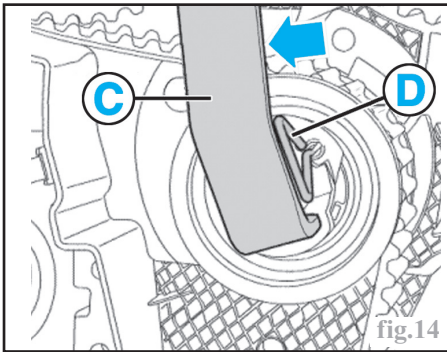

fig.14
À l'aide d'un levier à ergots approprié (C) (outil T10 020), tourner le galet tendeur dans le sens anti horaire jusqu'à ce qu'il soit possible d'immobiliser le galet tendeur avec une goupille de diamètre approprié (D) (outil T10 115, Ø 3 x 50 mm) (Fig.14).
- Le galet tendeur soit bloqué à l'aide de la goupille approprié (D) (Fig.14).
Desserrer l'écrou de fixation du galet tendeur puis à l'aide du levier approprié (C) (outil VAG 3387), tourner le galet tendeur dans le sens anti horaire afin de libérer la goupille de blocage (D) (Fig.14).